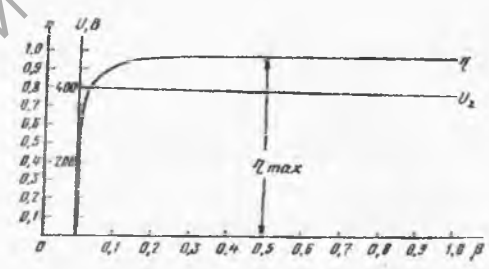

Рис. 3.7
3.2. Полученные характеристики показаны на рис. 3.7.